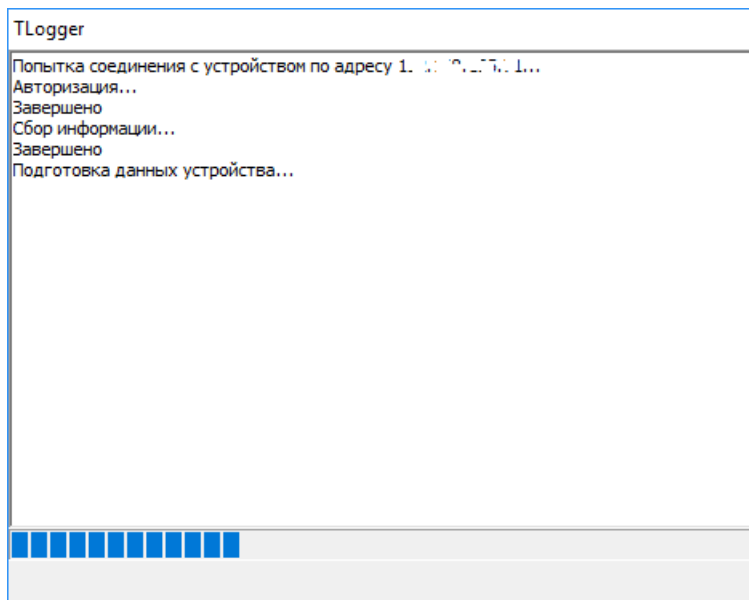

Рисунок 5.4 – Процесс выгрузки образа устройства.
- выбрать место сохранения файла образа. Далее откроется диалог процесса выгрузки образа (рисунок 5.4).